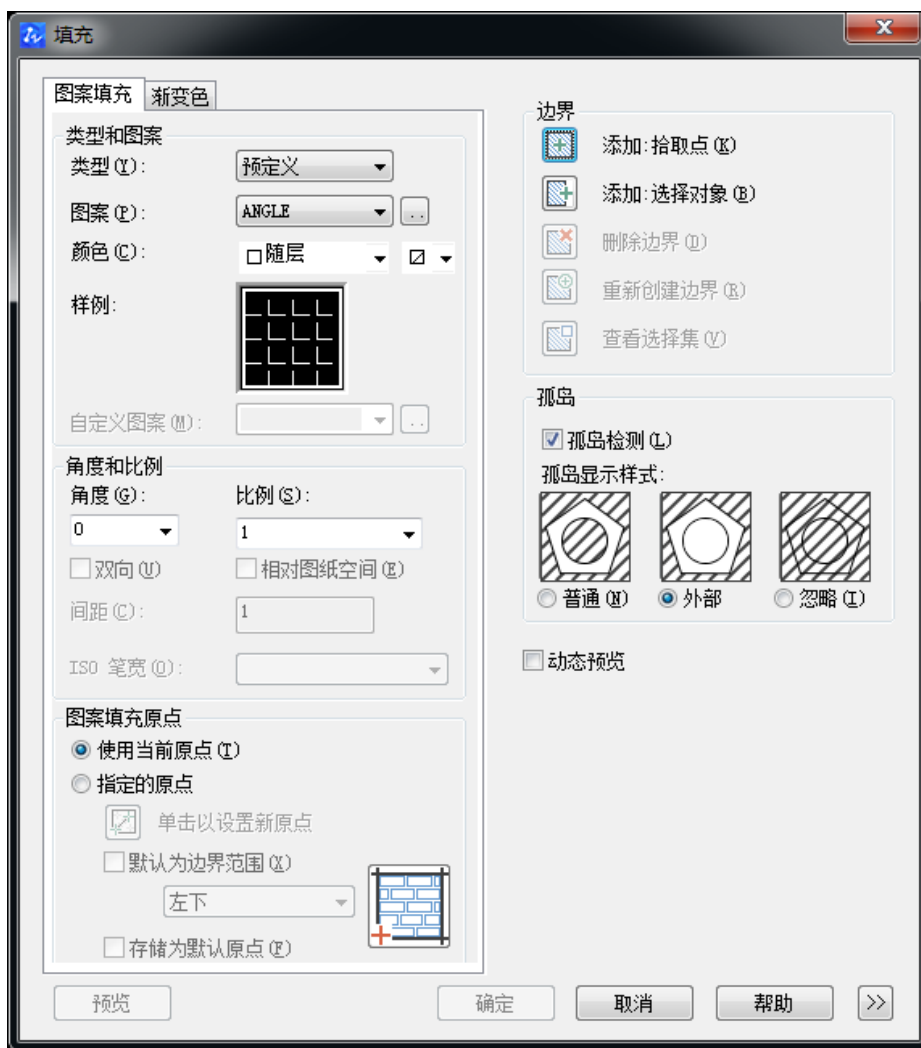

图 6-2 图案填充界面
1) 执行 Bhatch 命令，系统弹出团填充和渐变色对话框，如图 6-2 所示。